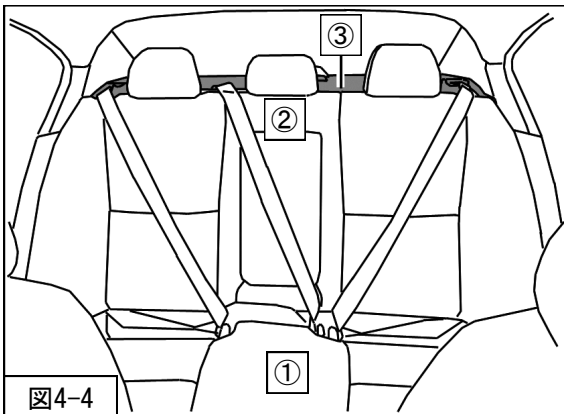

図4-4
を車両に取付けてください。（図4-4）
8. ②①リアシートを車両に取付けてください。(図4-4)